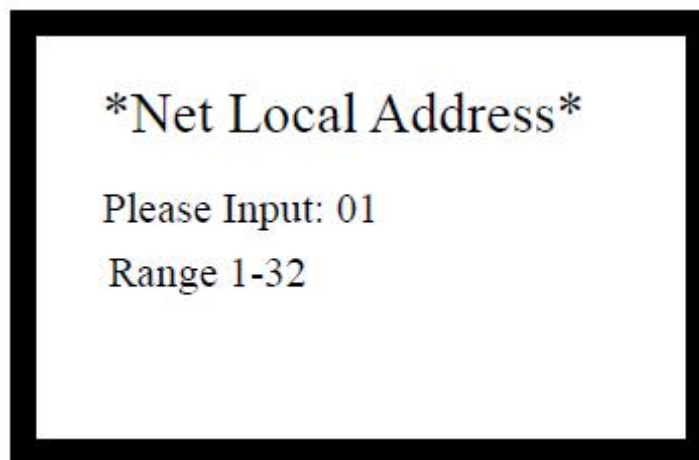

Рис. 6-42
- Вы можете установить сетевой адрес панелей, введя номер 1, как на рис. 6-42.